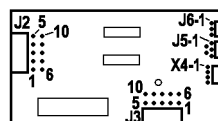

Рисунок 4 PWB управления лотка
- Подсоедините красный щуп мультиметра к J3-3 PWB управления лотка 1 (Рисунок 4).
Подсоедините красный щуп мультиметра к J2-3 PWB управления лотка 2 (Рисунок 4).